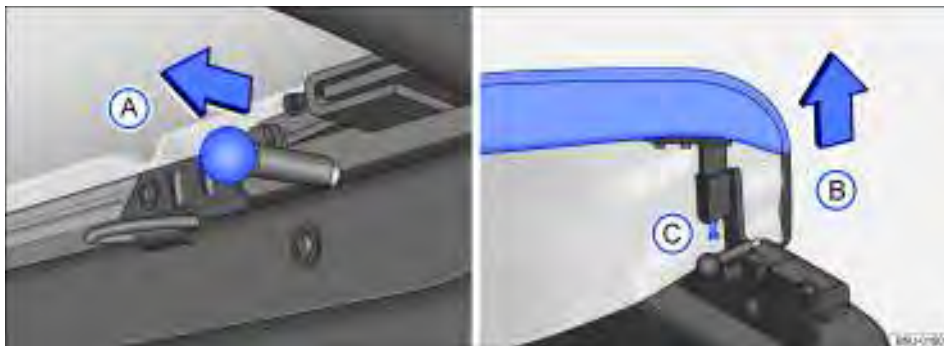
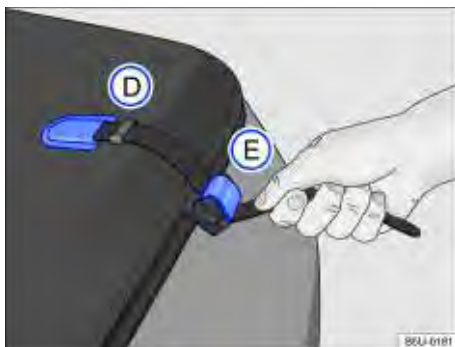

Fig. 31 Travas e parafuso de ajuste do esticamento da capota marítima.
Fig. 32 Fixação da capota marítima.
- Deslocar o pino de travamento ⇒ Fig. 31 (A) no sentido da seta, em ambos os lados, simultaneamente.
- Levantar a extremidade da capota no sentido da seta (B).
- Para ajustar o esticamento, soltar a porca e apertar o parafuso ou soltar o parafuso (C), até atingir o esticamento desejado.
- Retirar a extremidade da cinta do alojamento ⇒ Fig. 32 (D), nas laterais da capota marítima, e forçar a cinta para baixo, para desbloquear a trava (E).
- Inserir a extremidade das cintas no alojamento (D), para facilitar o recolhimento da capota marítima.